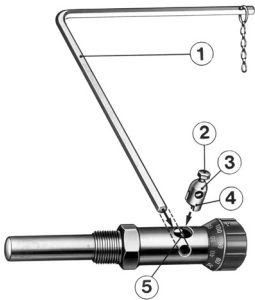

Bild 4 / Fig. 4 / Fig. 4
Beim Wiedereinbau der Hebelstange darauf achten, dass beim Einsetzen des Gelenkstücks die rechtwinklige Aussparung (4) zum Sechskant der Tauchhülse zeigt (Bild 4).
When reassembling the lever arm, insert the connecting piece so that the rectangular recess (4) faces the hexagon of the thermowell (Fig. 4, page 6).
Pour la remise en place du levier, veiller à ce que l'échancrure rectangulaire soit dirigée vers la vis 6 pans du fourreau (fig. 4, page 6).